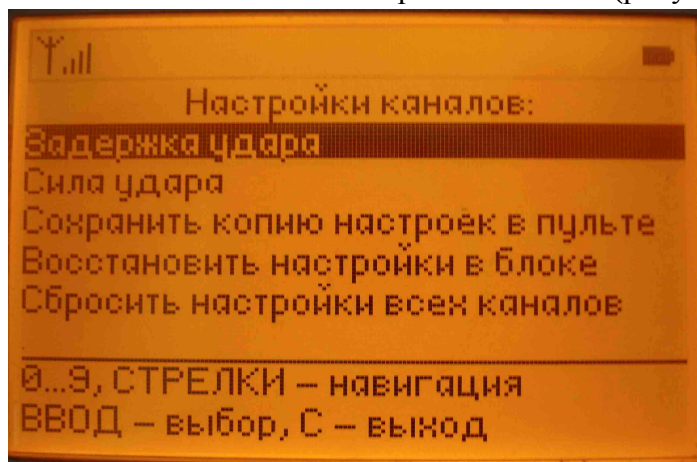

Рисунок 12.
4.10. Достаточно один раз сохранить настройки каналов, чтобы вам стала доступна следующая опция меню: «Восстановить настройки в блоке» (рисунок 12).